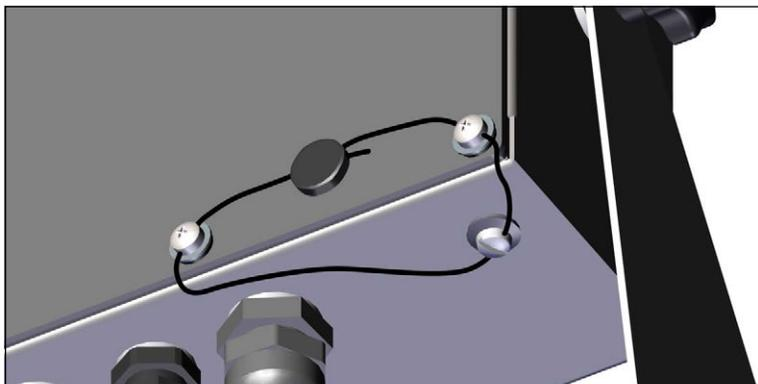

Figura 2-12. Sigillatura dell'indicatore – Accesso vietato
3. Far passare il filo di sigillatura attraverso le viti a testa cilindrica sulla piastra posteriore e la vite a testa cilindrica sul fondo dell'involucro, come mostrato in Figura 2-12.